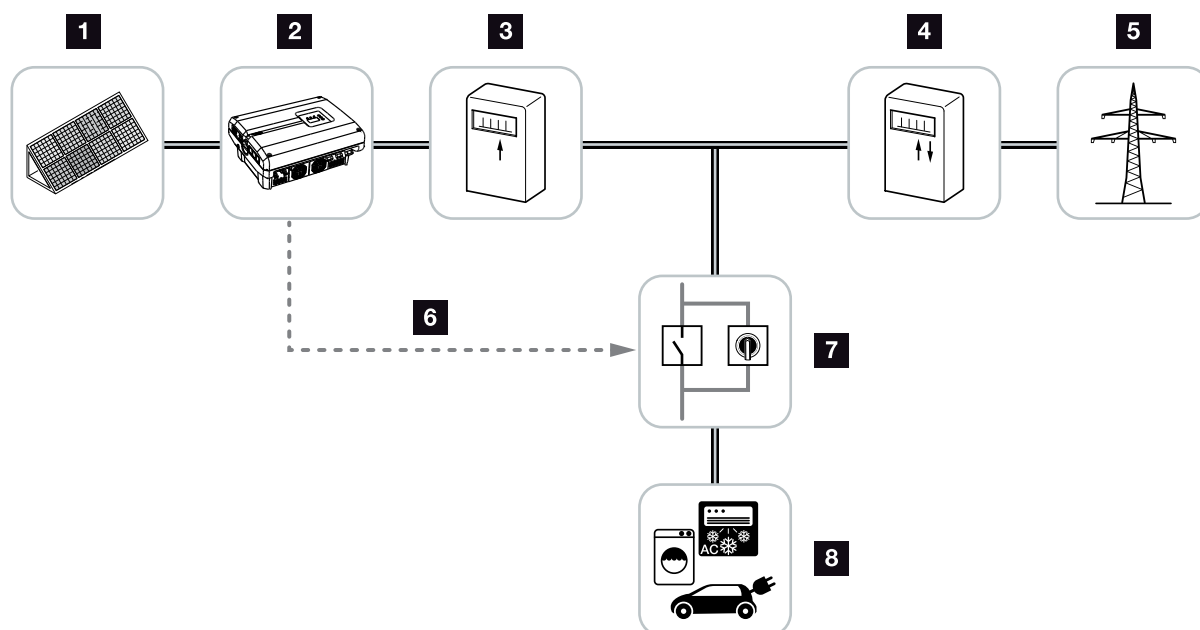

Fig. 53: Configurazione dell'autoconsumo
3. Installare correttamente gli altri componenti per l'autoconsumo e collegarli.  **Fig. 53**